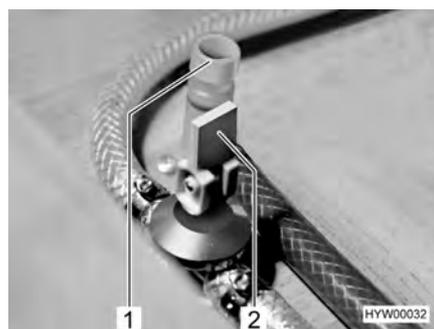

Fig. 132 Llaves de desagüe para la caldera Truma
- Cerrar todas las llaves de desagüe de la caldera. Para esto, poner el balancín (Fig. 132,2) en posición horizontal o bien girar la tapa (Fig. 132,1) en sentido de las agujas del reloj.
- Abrir todas las llaves de desagüe de la caldera. Para esto, poner el balancín (Fig. 132,2) en posición vertical o bien girar la tapa (Fig. 132,1) en sentido contrario a las agujas del reloj.